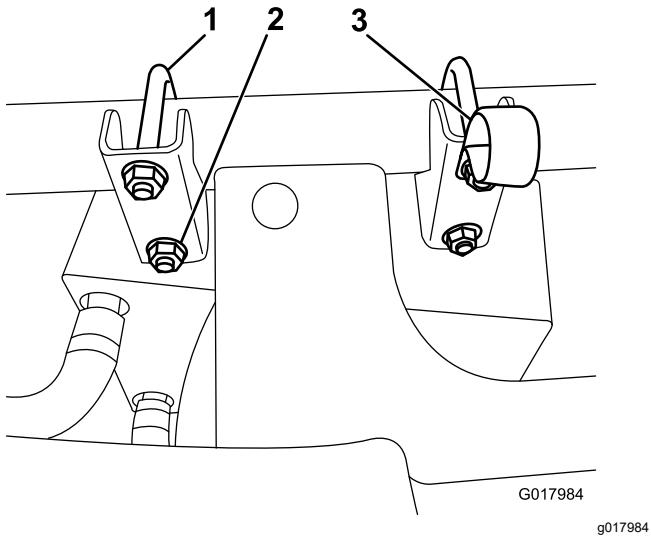

Bild 4
2. Befestigen Sie die Heizung und Halterung mit den mitgelieferten U-Bügeln und Bundmuttern am vorderen Rahmenrohr (Bild 4).
3. Befestigen Sie die R-Klemme unter der obersten Mutter, die der Maschinenmitte am nächsten ist (Bild 4).